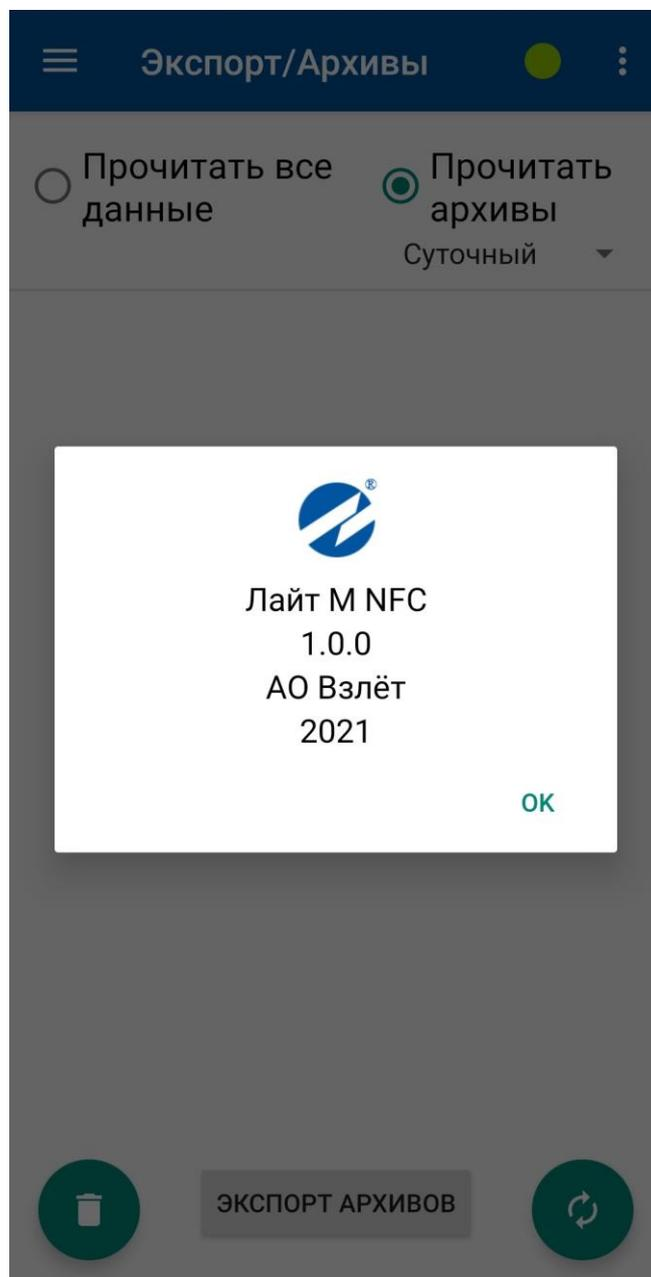

Рис.13. Вид окна «О программе».
- 2.10.1 При нажатии символа  в меню приложения отображается пункт **О программе**, при нажатии на данный пункт появляется окно с информацией о приложении (рис.13).